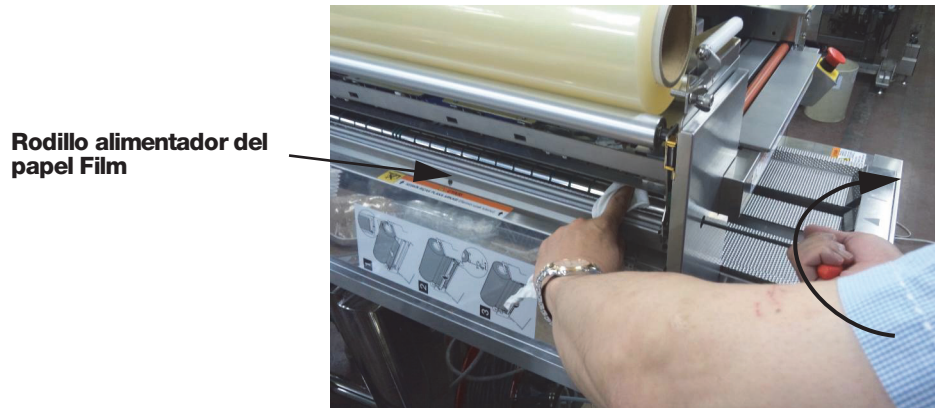

Figura 4. Limpie el Rodillo Alimentador del Papel Film
4. Limpie el rodillo alimentador del papel Film usando un trapo limpio y alcohol Isopropílico, como se muestra en la Figura 4.